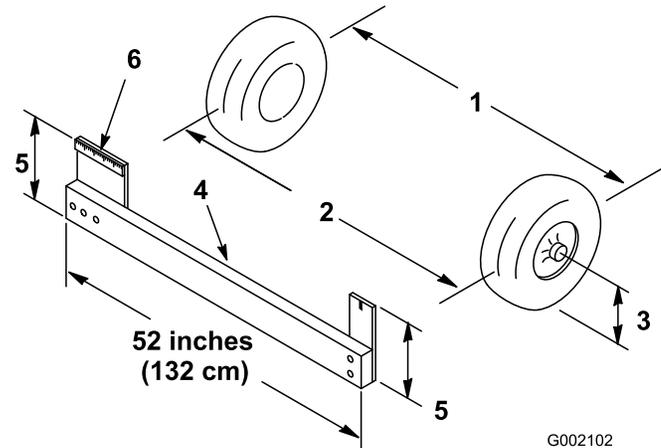

Figura 11
1. Mida la distancia entre los neumáticos delanteros a la altura del eje, en la parte delantera y trasera de las ruedas (Figura 11). Es necesario utilizar una plantilla para medir la distancia entre la parte trasera de las ruedas delanteras a la altura del eje. Utilice la misma plantilla para medir con precisión la parte delantera de las ruedas delanteras a la altura del eje (Figura 11).